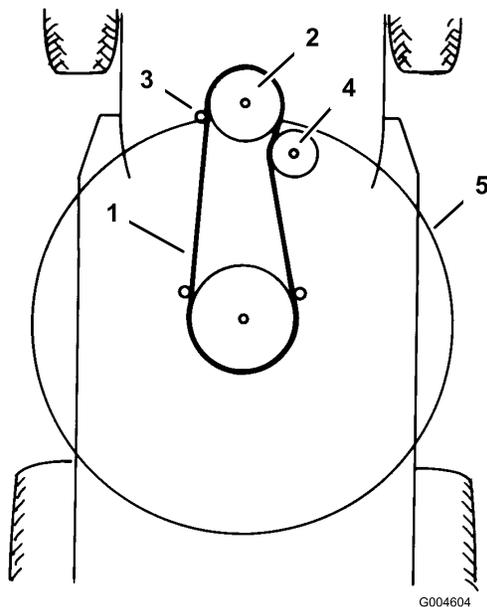

Bild 43
- Nehmen Sie den Mähwerkriemen von der unteren Motorscheibe ab (Bild 43).
- Montieren Sie den Mähwerkriemen an der unteren Motorriemenscheibe (Bild 43).